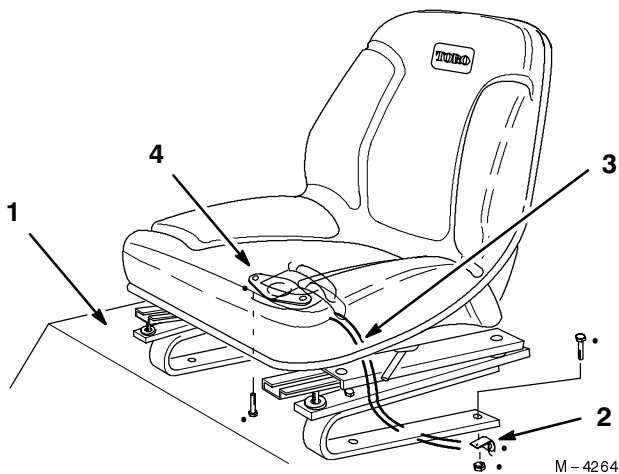

Bild 2
1. Stellen Sie die Sitzgruppe auf die Sitzmontageplatte und richten die Befestigungslöcher aus (Bild 2).
2. Schieben Sie die Drahtklemme über den Sitzschalterdraht (Bild 2).
3. Befestigen Sie die Drahtklemme und den Sitz am linken vorderen Loch locker mit der Sitzmontageplatte, wobei Sie die Innensechskantschrauben und Sicherungsmuttern verwenden (Bild 2).
4. Befestigen Sie die Sitzmontageplatte mit den restlichen (3) Schrauben und Sicherungsmuttern an der Sitzmontageplatte.
5. Verlegen Sie den Sitzschalterdraht durch den Schlitz in der Sitzmontageplatte und stecken den Stecker in den Sitzschalter (Bild 2).